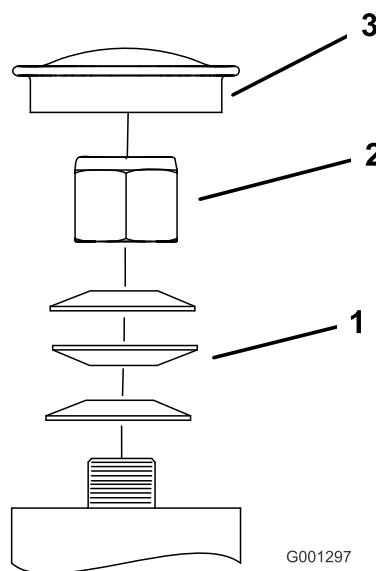

Figura 64
3. Retire el tapón anti-polvo de la rueda giratoria y apriete la contratuerca (Figura 64).
4. Apriete la contratuerca hasta que las arandelas de muelle estén planas, luego afloje 1/4 de vuelta para establecer la pre-carga correcta de los cojinetes ().Figura 64
Importante: Asegúrese de que las arandelas de muelle están correctamente instaladas, según se muestra en Figura 64.
5. Coloque el tapón anti-polvo (Figura 64).